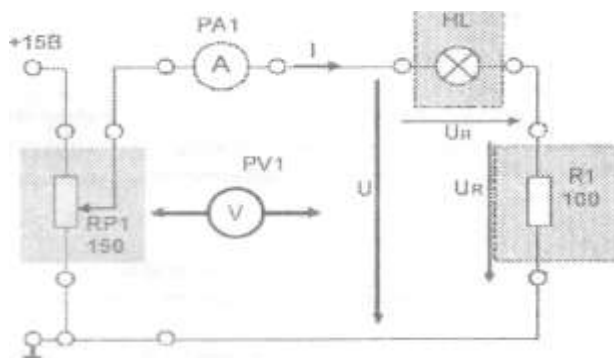

Рис.1
- 1.Собрать схему согласно рис. 1.